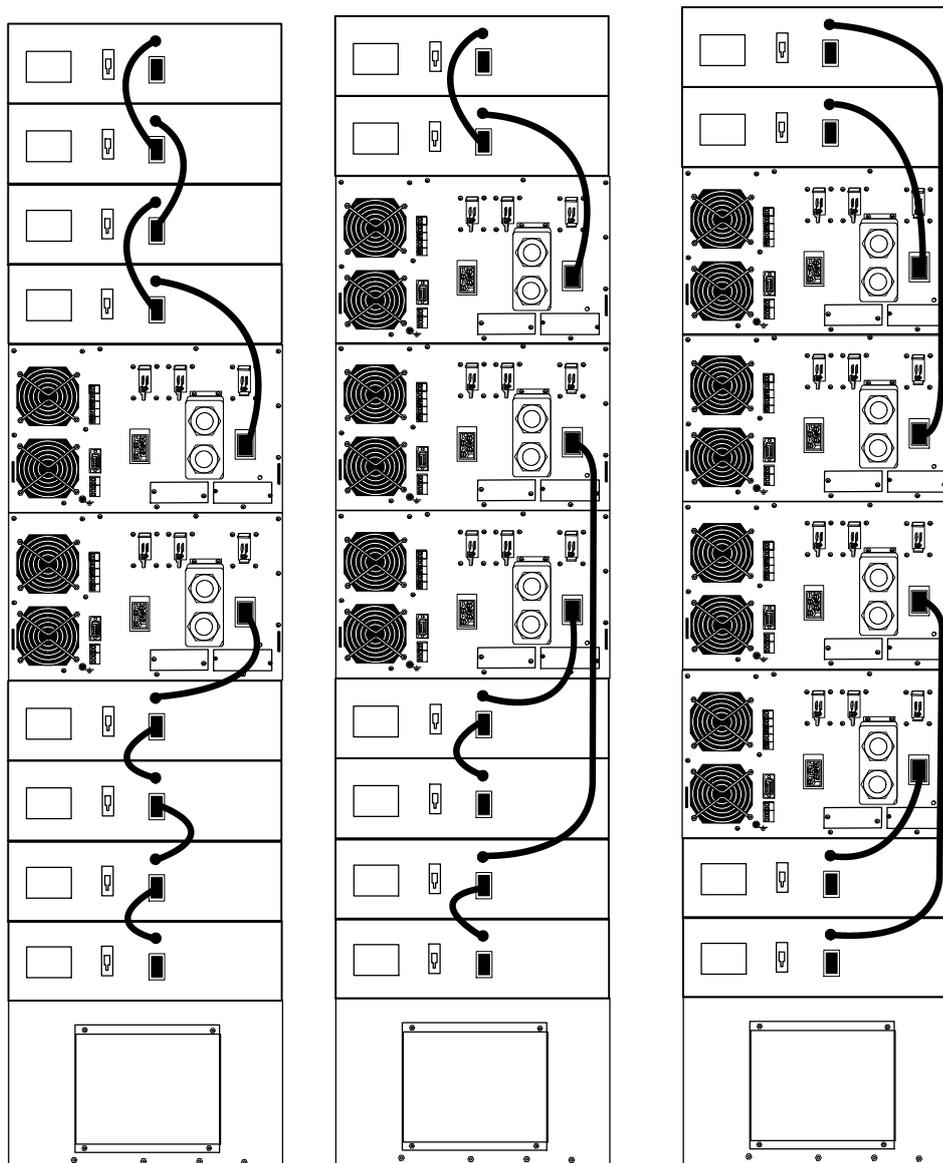
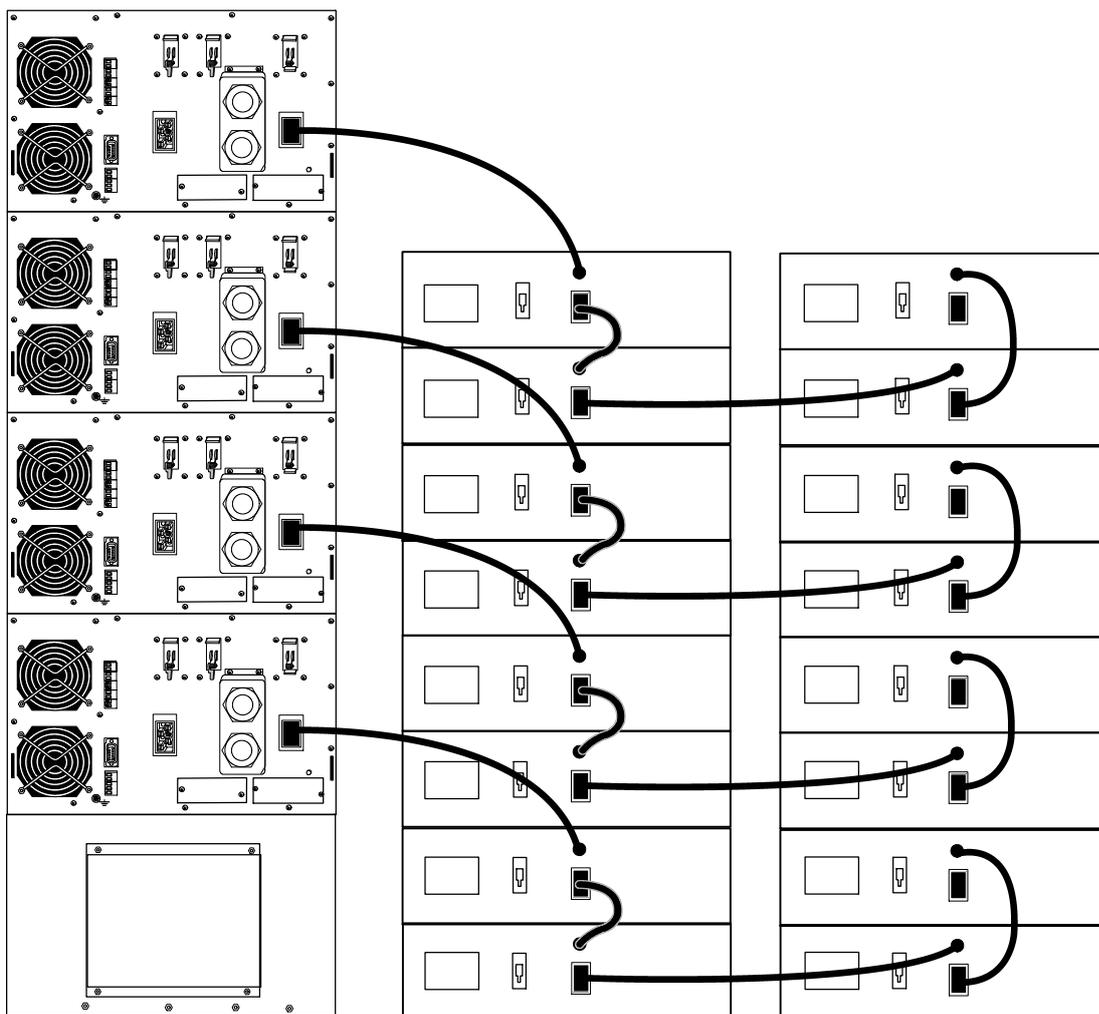

Рисунок 30. Пример установки ВБМ в параллельных системах
Рисунок 31. Пример установки ВБМ в большой параллельной системе
См. Рисунок 30 на странице 29 и Рисунок 31 на странице 30 - они иллюстрируют примеры подключений ВБМ в параллельной системе.
**ПРИМЕЧАНИЕ.** Рисунок 30 иллюстрирует две системы с использованием факультативных батарейных удлинительных кабелей длиной 0,9м.
**ПРИМЕЧАНИЕ.** Рисунок 31 иллюстрирует систему с использованием факультативных батарейных удлинительных кабелей длиной 0,9м.